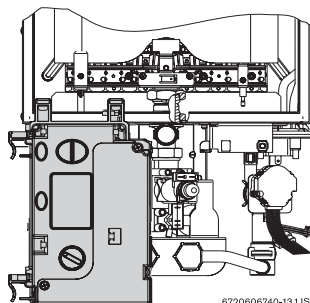

Bild 2 Steuerungskasten – Gaseinstellung
- Wenn der Steuerungskasten herausgezogen wurde, den Kasten, wie in Bild 2.